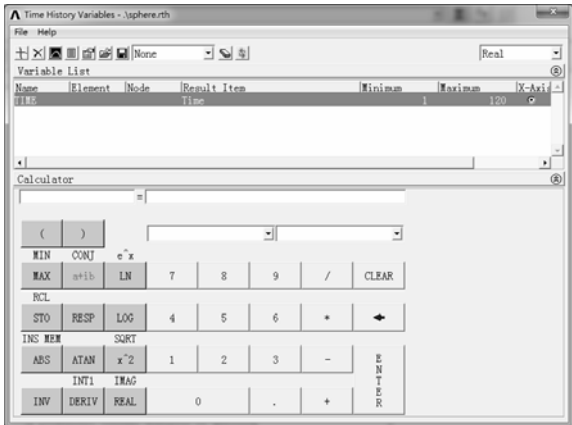

图 8-160 “Time History Variables”对话框
- 1) 选择“Main Menu>TimeHist Postpro”命令，弹出“Time History Variables”对话框，如图 8-160 所示。